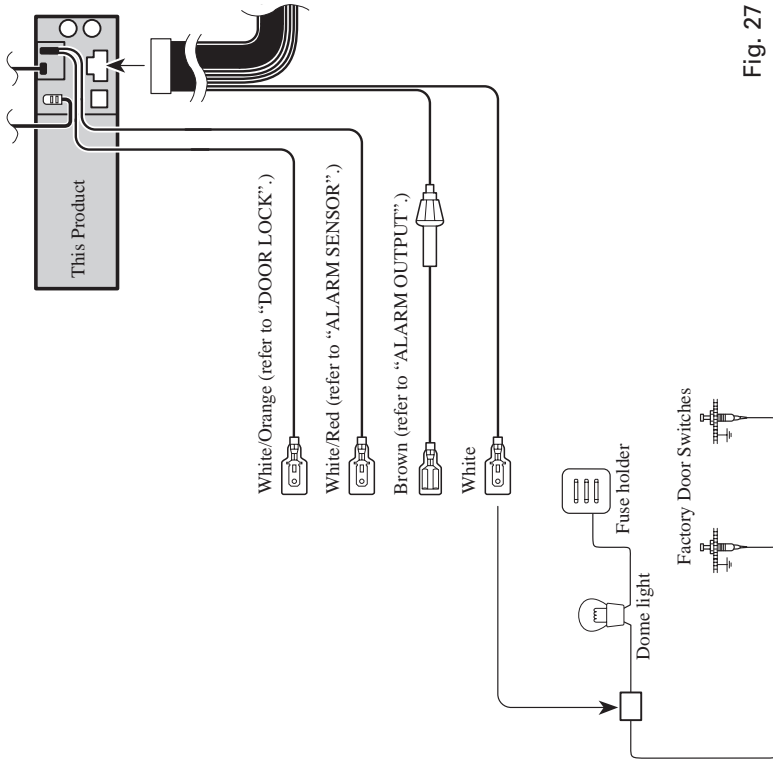

Fig. 27
- White (DOOR SWITCH)** (Fig. 27,28)